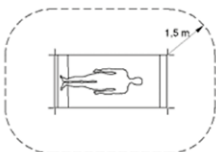

Fig. 5
Wall Charger CW1 (1) er beregnet til installasjon i medisinske områder utenfor pasientmiljøet (minst 1,5 meter fra pasienten eller pasientstøtten i henhold til IEC 60601-1, se fig. 5).